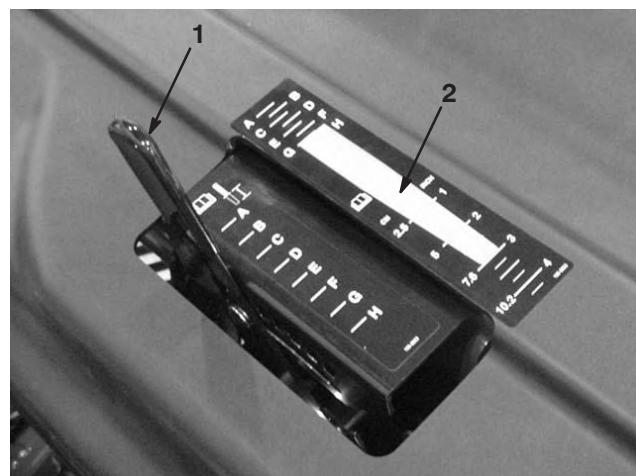

Bild 28
2. Legen Sie den Stachel auf das Stacheltiefenschild (Bild 28). Richten Sie ein Ende mit der gewünschten Aerifiziertie aus (siehe das Stacheloverlay auf dem Schild).